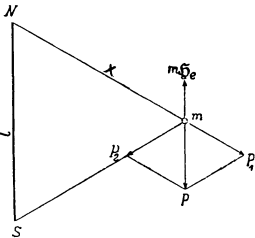

Abb. 38.
123. Eine nordmagnetische Menge m befindet sich im magnetischen Felde der Erde, dessen Horizontalkomponente $\mathfrak{H}_e = 0,2$ [0,195] (0,186) ist. Von Westen wird ihr ein in der Nord-Süd-Richtung gehaltener Magnetstab NS genähert, dessen Länge 24 [30] (20) cm und dessen Moment 10160 [20000] (18000) (c, g, s) beträgt. Wie groß ist die Kraft, welche auf die Menge $m = 1$ ausgeübt wird, a) in 30 cm, b) in 37,36 cm, c) in 40 cm Abstand des Stabes? (Abb. 38.)